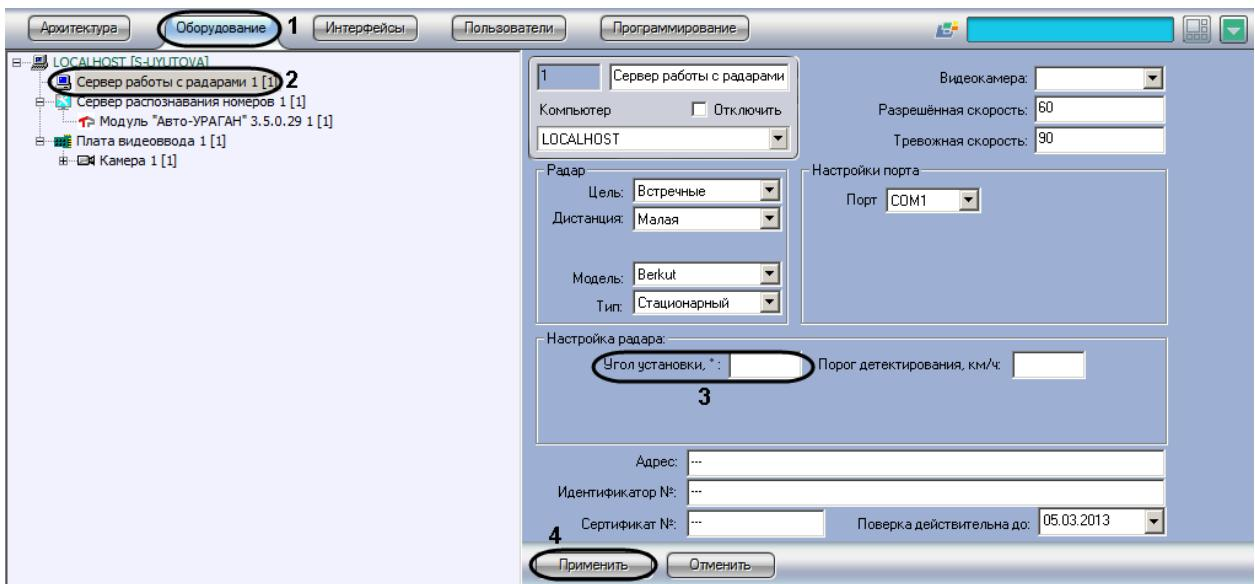

Рис. 7.3—9. Указание угла наклона устройства «Радар» над дорогой
- В дереве объектов на вкладке «Оборудование» выбрать объект «Сервер работы с радарами», соответствующий настраиваемому программному модулю «Радар» (см. Рис. 7.3—9, 2). В правой части вкладки «Оборудование» отобразится панель настройки выбранного объекта.
3. Задать в поле «Угол установки,0» угол наклона устройства «Радар» над полосой дорожного движения (см. Рис. 7.3—9, 3).